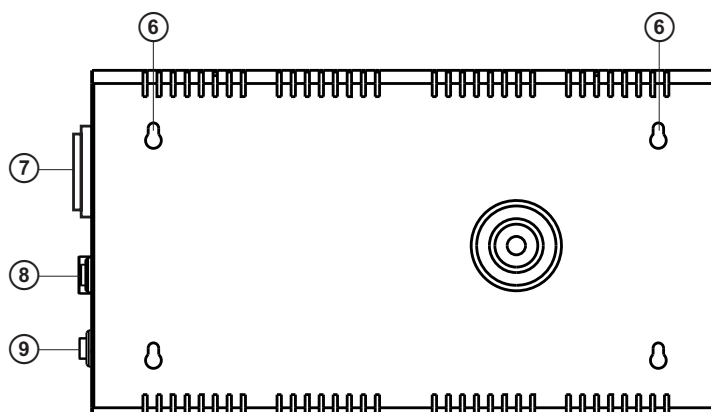

Рис. 2. Задняя стенка
- Далее произведите монтаж крепежных элементов (приобретаются отдельно) в стене, исходя из расположения отверстий ⑥ на задней стенке стабилизатора (рис. 2).